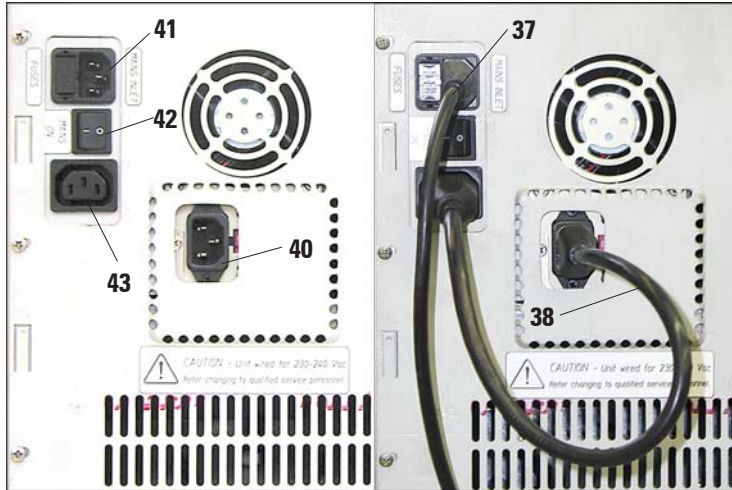

Fig. 4
Installare lo strumento in modo che l'interruttore dell'alimentazione posto sul retro (**elemento 42 fig. 4**) sia sempre facilmente raggiungibile.
- Commutare l'interruttore **ON/OFF** (punto 42, fig. 4) situato sul pannello posteriore dello strumento su **(ON)**.